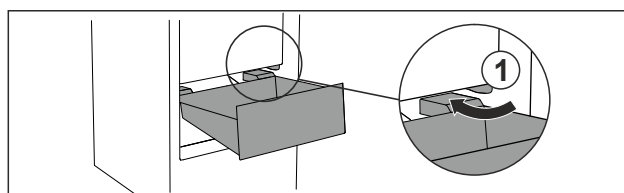

Fig. 98
- ▶ Schubfach schräg um die Stopper Fig. 98 (1) herumführen.